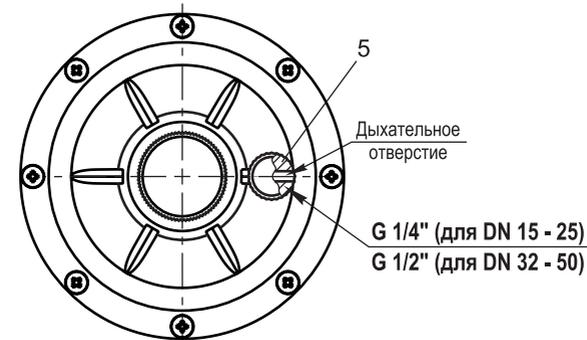

Рис. 4
4.2.11 В заглушке дыхательного отверстия 5 (см. рис. 4) выполнено отверстие малого диаметра. Для нормальной работы регулятора необходимо следить, чтобы отверстие оставалось открытым. Запрещается закрывать дыхательное отверстие. При необходимости возможно присоединение выводящего трубопровода к резьбовому отверстию, закрытому заглушкой дыхательного отверстия (резьба G1/4" - для DN 15 - 25; G1/2" - для DN 32 - 50).